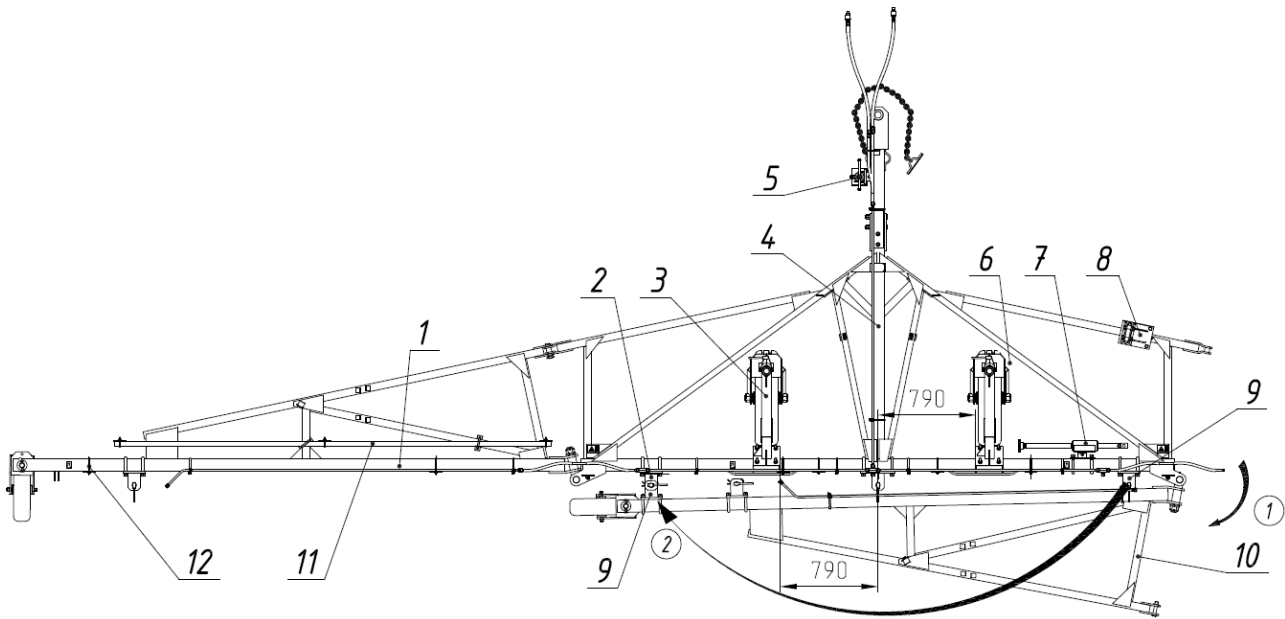

Рис.13 Схема перевода сцепки в транспортное положение.
4.23 Транспортировать сцепку по объездным проселочным дорогам. Разрешается транспортировать сцепку по дорогам общей сети России при частичном демонтаже сцепки и перевозе демонтированных элементов к месту выполнения работ дополнительным транспортом. Схему перевода сцепки из рабочего положения в транспортное см. рис.13,13а.
5.8. Перевод сцепки в транспортное положение выполнять в следующей последовательности (рис.13):
- установить штангу 11 со световозвращателями согласно размеров указанных на рис.13а;
- установить боковые световозвращатели согласно рис.13а
Рис.13а Схема перевода сцепки в транспортное положение (продолжение).
Рис.13а.1
5.8.Перевод сцепки из транспортного положения в рабочее выполнять в следующей последовательности (рис.13):
- снять штангу 11 со световозвращателями согласно размеров указанных на рис.13а;
- переустановить правое флюгерное колесо 6 с дышла на центральную секцию сцепки согласно размерам рис.13;
- переустановить левое флюгерное колесо 8 на трубу центральной секции согласно размерам рис.13;
- переустановить на центральной секции 4 съемную прицепную серьгу 8 на место для ее хранения рис.13а.1;
Рис. 13а Схема перевода сцепки в транспортное положение.